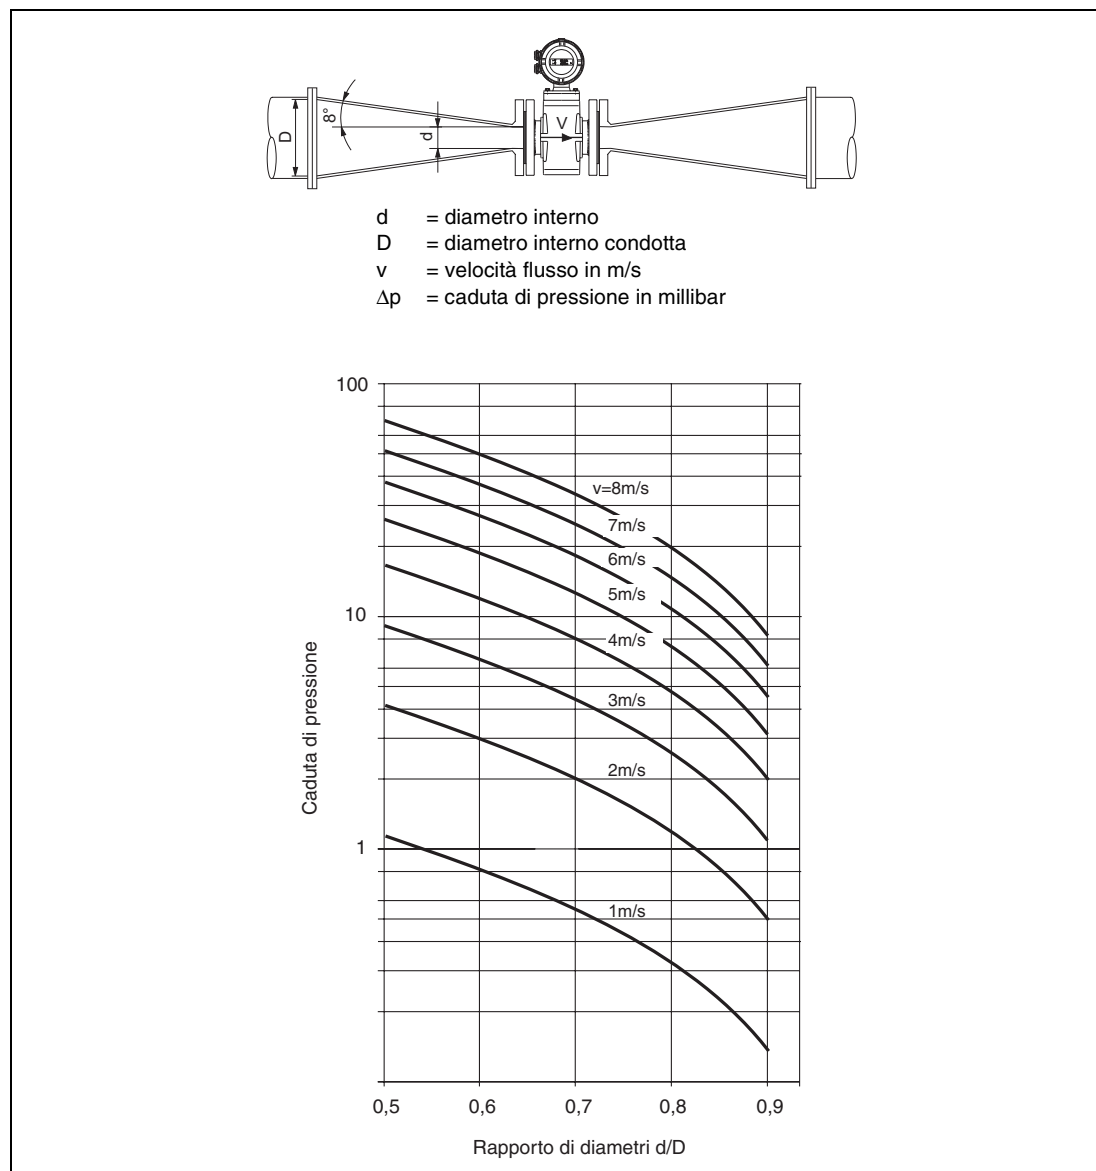

Fig. 11: Normografo per la determinazione della caduta di pressione dovuta a riduttori flangiati con  $\alpha/2 = 8^\circ$
Il misuratore può essere installato in condotti di dimensioni maggiori utilizzando sezioni di transizione flangiate (ad esempio riduttori flangiati conformi a DIN 28545). La caduta di pressione causata dalla riduzione può essere determinata dal diagramma di fig. 11 attraverso la seguente procedura:
3. La caduta di pressione può essere letta sull'asse Y del grafico di fig. 11 in corrispondenza dell'intersezione tra la velocità del flusso e il rapporto dei diametri  $d/D$  sull'asse X.